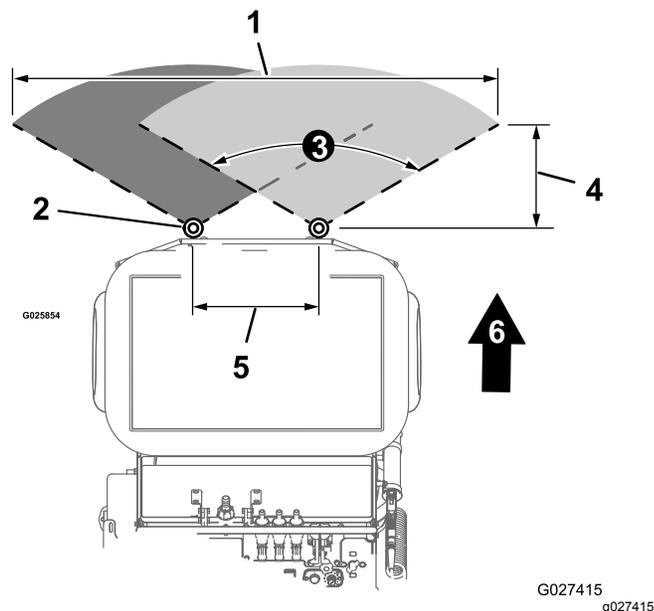

Figura 37
- El patrón de fumigación ancho (Figura 37) de esta máquina mide 274 cm (108").